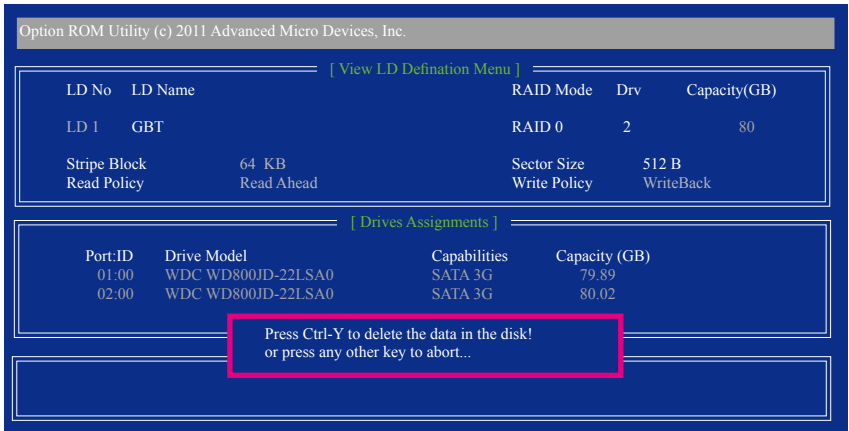

图10
- 2. 之后您将进入如图10的「View LD Definition Menu」视窗。在此视窗里您可以看到包含在此磁盘阵列的磁盘成员。若您确定要删除该磁盘，请按<Ctrl>+<Y>键或按任意键取消。